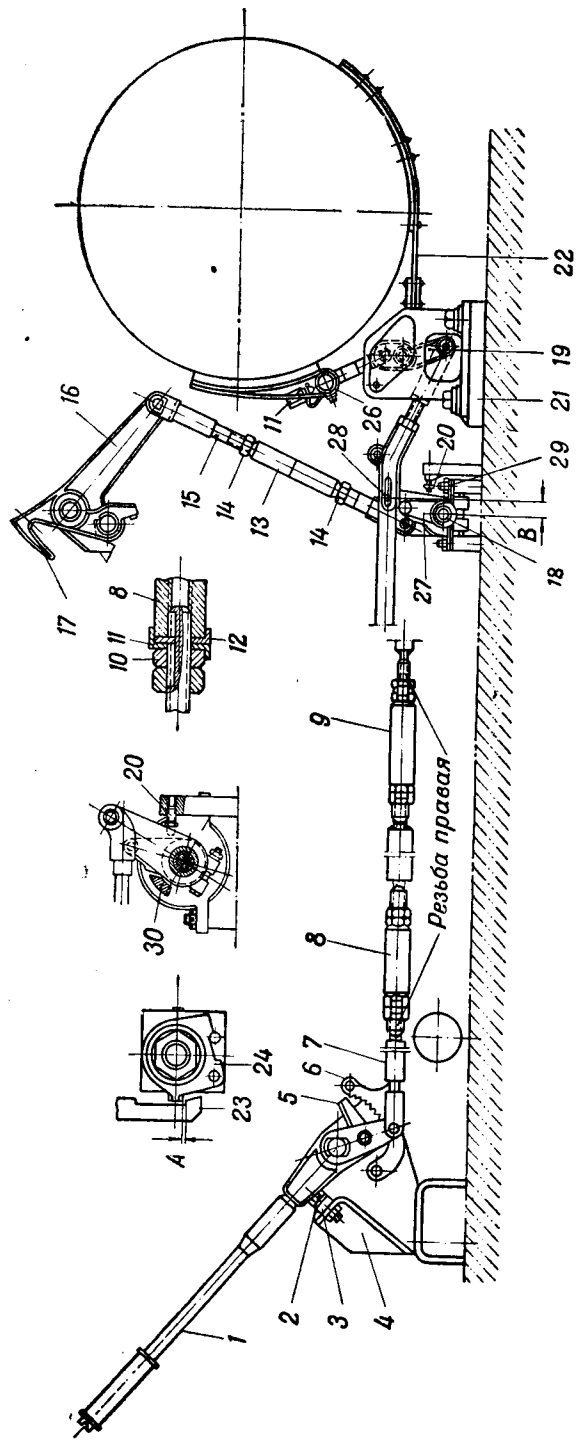

Рис. 27. Привод управления механизмом поворота и остановочными тормозами:
(рис. 27)
2. Расконтрить сгонную муфту 8 (рис. 27), для чего отогнуть стопорные шайбы 11, отпустить контргайки и сдвинуть шайбу 12.